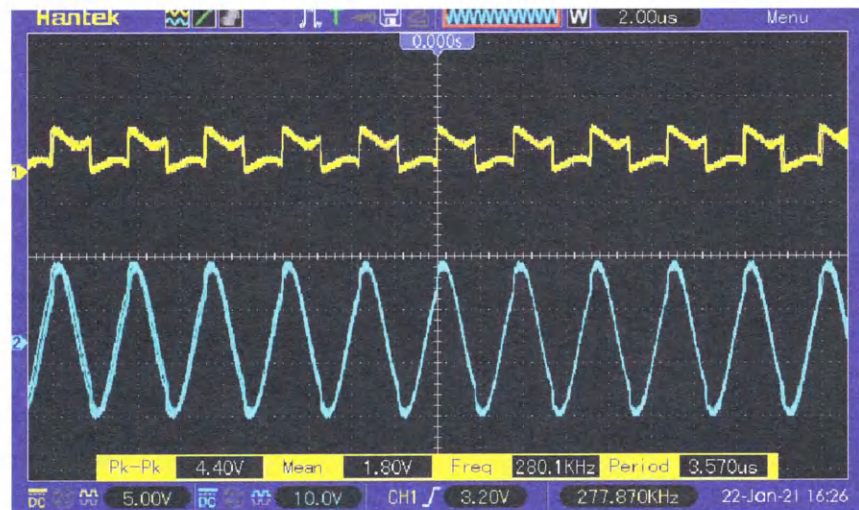
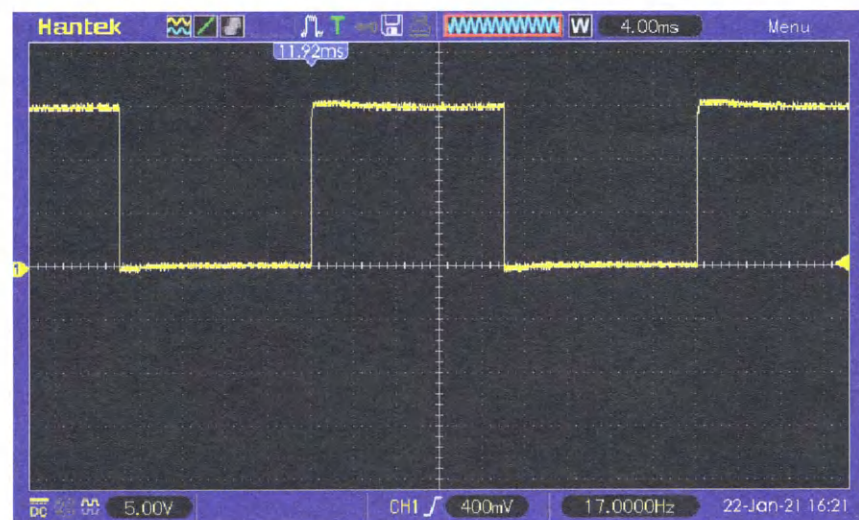

Рис. 3
Рис. 4
Фрагмент программы для тестирования устройства показан на рис. 2, код написан в Microchip Studio (ранее Atmel Studio). На рис. 3 показаны осциллограммы напряжения на выводе 5 МК (вверху) и на аноде диода Шоттки VD2 (внизу), на которых хорошо видно проявление эффекта резонанса в виде значительного превышения напряжения на катушке индуктивности с выхода МК. Кроме того, напряжение на катушке индуктивности имеет синусоидальную форму. При налаживании этот факт можно использовать для проверки соответствия выдаваемой МК частоты резонансной частоте контура. Чем точнее их совпадение, тем чище синусоида на аноде диода Шоттки VD2. Кстати, можно поменять местами катушку индуктивности L1 и конденсатор C3 контура, это почти не окажет влияния на работу. На рис. 4 показана осциллограмма сигнала на затворе VT1 при управлении с помощью оптопар.
- задействована вторая половина сдвоенного счётчика DD10 со счётным входом — выводом 13, а не первая половина, как на схеме рис. 3;
иметь позиционное обозначение A2, а не A1, как указано на схеме рис. 3.